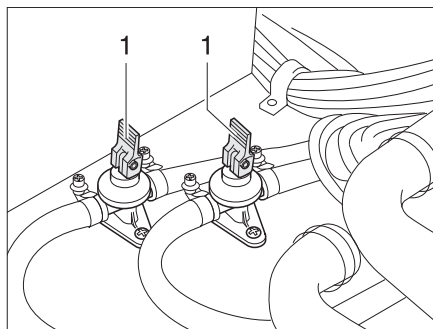

Fig. 120 Llaves de desagüe
- Cerrar las llaves de desagüe. Colocar para ello los balancines (Fig. 120,1) en posición horizontal.
- Abrir las llaves de desagüe (Fig. 120). Colocar para ello los balancines (Fig. 120,1) en posición vertical. La caldera se vacía hacia fuera a través de las llaves de desagüe.